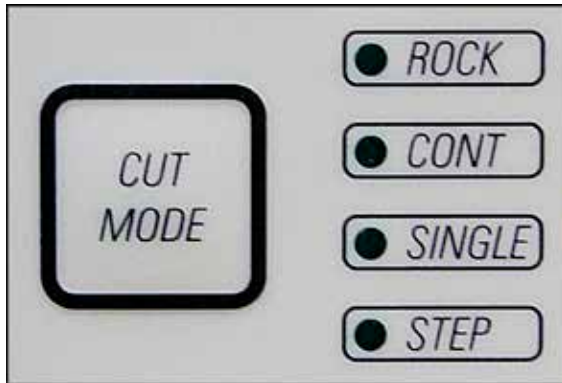

Fig. 18
- La touche **CUT MODE** permet de sélectionner le mode de fonctionnement souhaité **CONT**, **SINGLE** ou **STEP** sur le pupitre de commande (fig. 18).